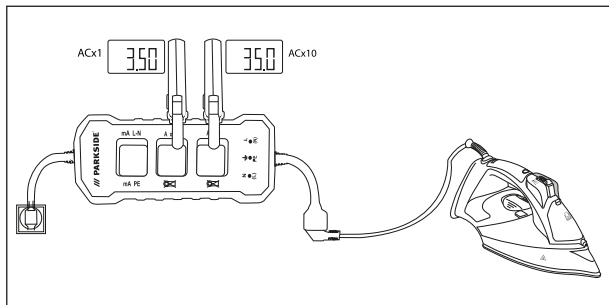

Fig. 1
- 1) Collegare la spina Schuko ❸ dell'apparecchio ad una presa di corrente.
- 2) Collegare la spina del terminale alla presa Schuko ❹.
- 3) Condurre la pinza amperometrica intorno ai punti di misurazione **A x1** ❷ o **A x10** ❸ e accendere il terminale.
- 4) Leggere i valori della corrente di linea nell'anello **A x1** ❷ o dividere il valore letto nell'anello **A x10** ❸ per 10 (vedere fig. 1)